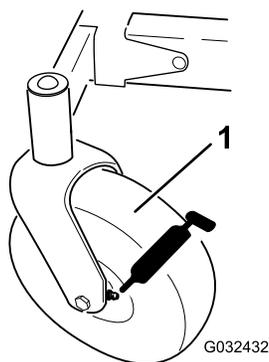
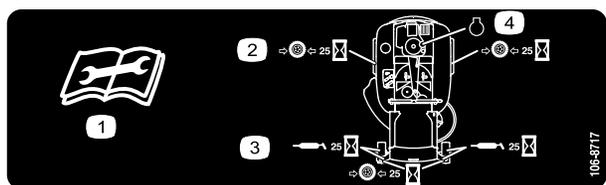

Figura 35
Figura 36
3. Limpie los engrasadores (Figura 35 y Figura 36) con un trapo.
4. Conecte una pistola de engrasar a cada punto de engrase (Figura 35 y Figura 36).